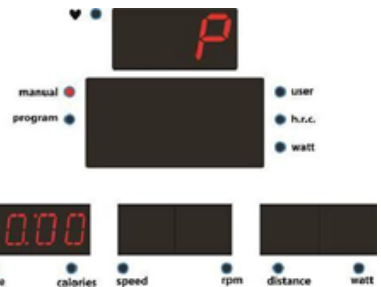
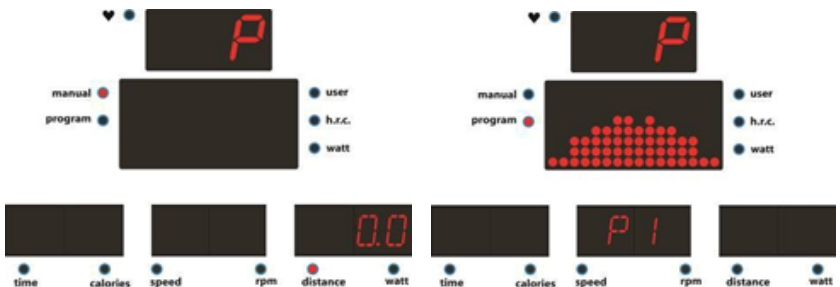

Abbildung 5
Abbildung 6
2. Benutzen Sie UP/DOWN, um Zeit (Abb. 5), Distanz (Abb. 6), Kalorien und Herzfrequenz einzustellen und dann MODE zur Bestätigung. Der einzustellende Wert wird blinkend angezeigt.